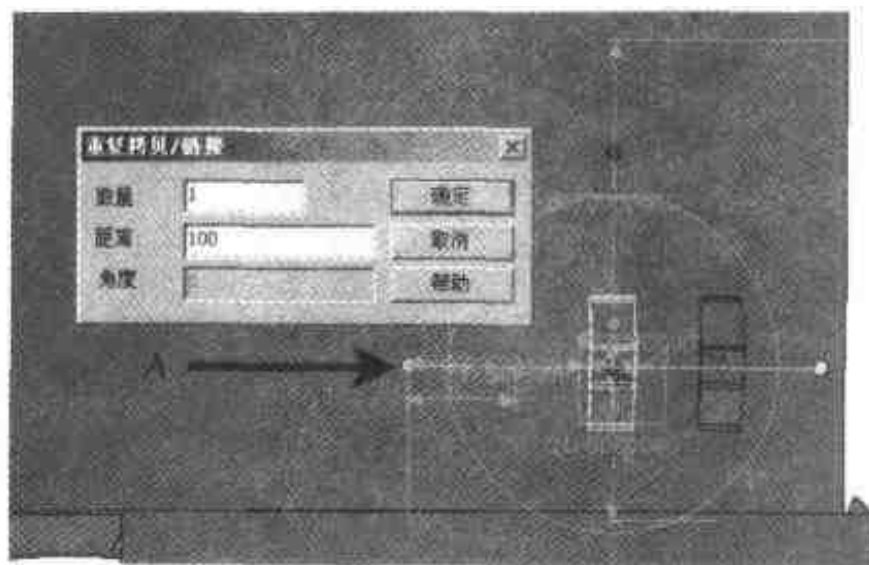

图 4.43 复制散热孔
- (5) 打开【三维球】，右击并向左拖动如图 4.43 所示智能手柄(A)，释放后选择【拷贝】命令，在弹出的对话框中输入图 4.43 中对话框中的数据。